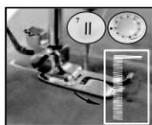

рис.18
- (3) Выберите шаблон стежка № 7, включите переключатель и пришейте ткань подходящей длины, затем выключите переключатель. Обратите внимание, чтобы стежок шёл по прямой линии (рис. 18).